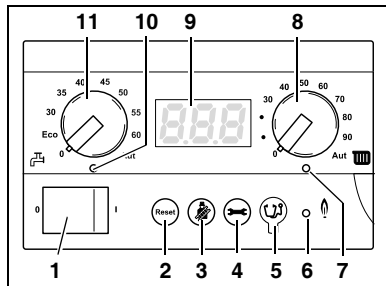

Fig. 9 BC10
Met de draaiknop voor de ingestelde warmtapwatertemperatuur (fig. 9, **pos. 11**) kan de temperatuur van het warme tapwater naar wens worden ingesteld. De eenheid is °C.
De LED „Warmtevraag warm tapwater“ (fig. 9, **pos. 10**) gaat branden zodra er een warmtevraag van de boiler ontstaat.